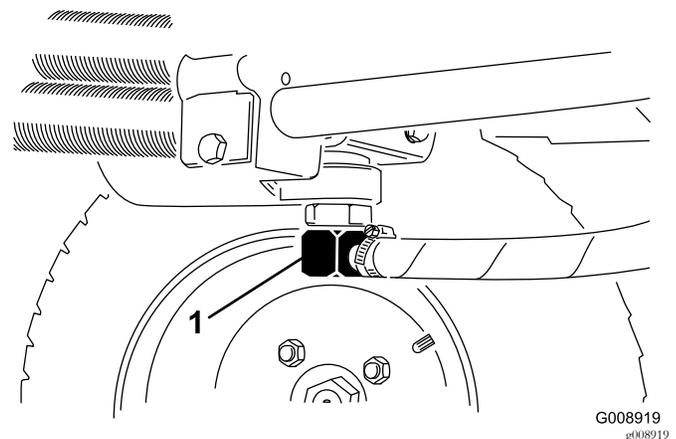
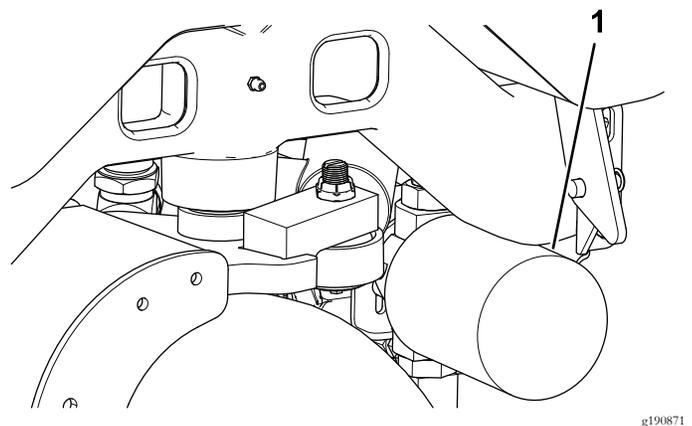

Figura 74
Figura 75
2. Desconecte el tubo hidráulico (Figura 74) o retire el filtro hidráulico (Figura 75) y deje fluir el aceite hidráulico en un recipiente apropiado.
4. Coloque un recipiente debajo del filtro (Figura 75) y retire el filtro.